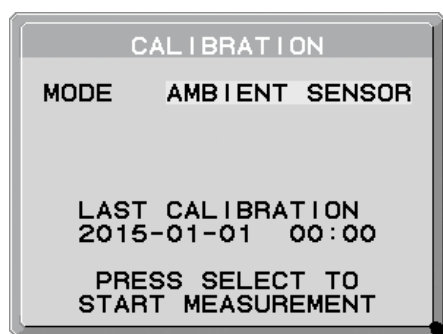

图 AS.1
2. 打开显示器。经过 30 分钟后，在校准模式中选择 AMBIENT SENSOR（环境传感器）（图 AS.1）。